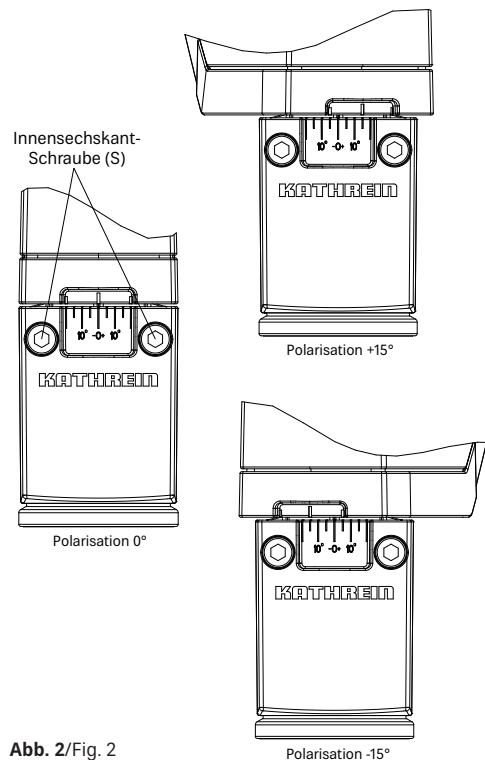

Abb. 2/Fig. 2
Polarisations-Voreinstellung (Abb. 2)/Setting the polarisation (Fig. 2)
1. Beide Innensechskantschrauben (S) lockern.
2. Durch Drehen des Speisesystems die Referenzmarke auf den Wert lt. Polarisations-Voreinstellungs-Tabelle einstellen (siehe Abb. 2)
3. Die Innensechskantschrauben (S) gleichmäßig im Wechsel festziehen. Anzugsdrehmoment: max. 4,5 Nm
1. Loosen both Allen screws (S).
2. Turn the feed system to set the reference mark to the value given in the polarisation pre-setting table. (see fig. 2)
3. Tighten the Allen screws (S) evenly, alternating between both. Torque: max. 4.5 Nm